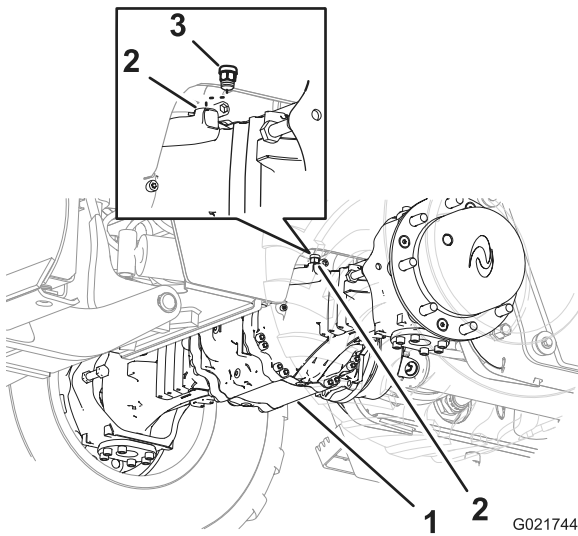
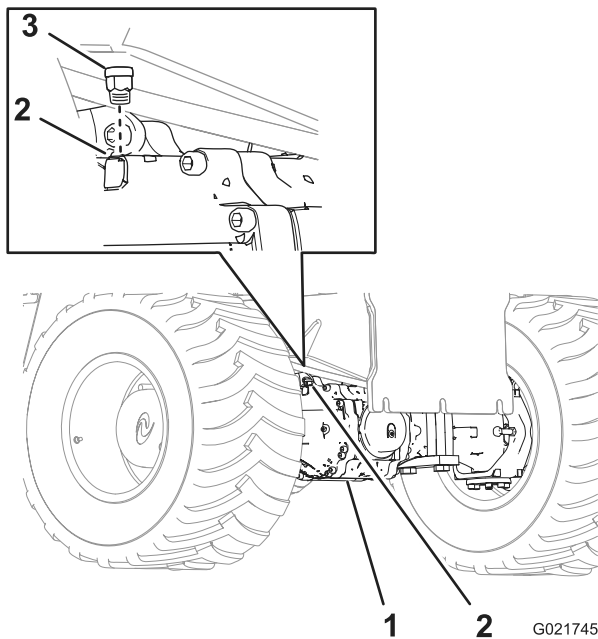

Figure 73
Figure 74
- Nettoyez la surface autour des reniflards avec un solvant de nettoyage (Figure 73 et Figure 74).
2. Déposez le reniflard du pont avant (Figure 73).
3. Déposez le reniflard du pont arrière (Figure 74).
6. Reposez le reniflard sur le pont avant (Figure 73).
7. Reposez le reniflard sur le pont arrière (Figure 74).